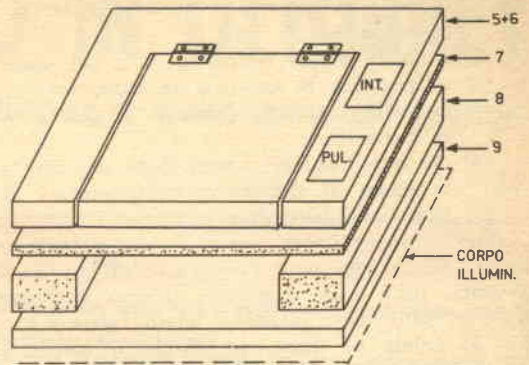

Fig. 3
3) Il piano di stampa (figure 3 e 5):